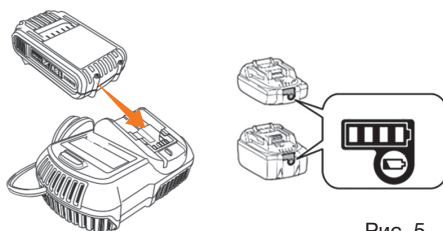

Рис. 5
1. Вставьте вилку зарядного устройства **3** в розетку электрической сети 230В. Индикатор на зарядном устройстве загорится зеленым светом (Рис. 5)
2. Подключите аккумулятор **2** к зарядному устройству **1**. Индикатор на зарядном устройстве загорится красным светом, и начнется процесс зарядки (Рис. 5).